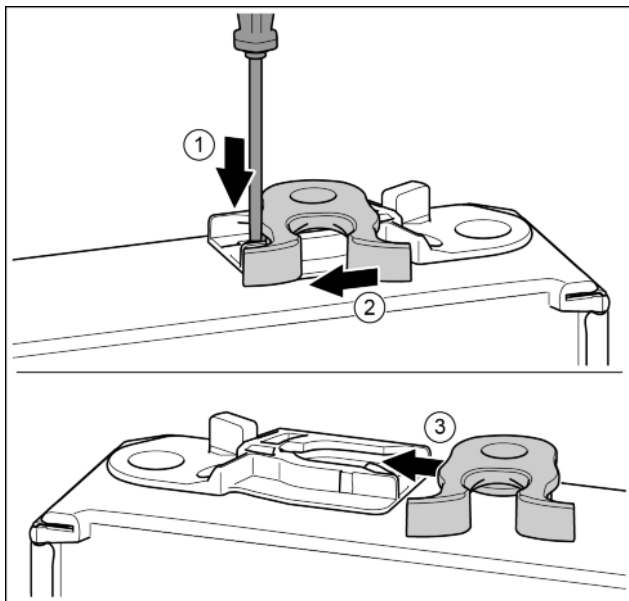

Fig. 15
- Plochým skrutkovačom zatlačte strmeň nadol. Fig. 15 (1)
- Zatvárací hák vyťahnite z vedenia. Fig. 15 (2)
- Zatvárací hák zasunúť na druhej strane do vedenia. Fig. 15 (3)